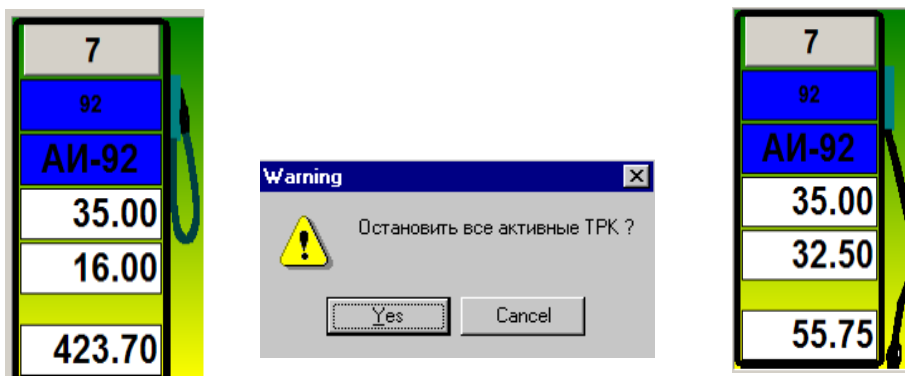
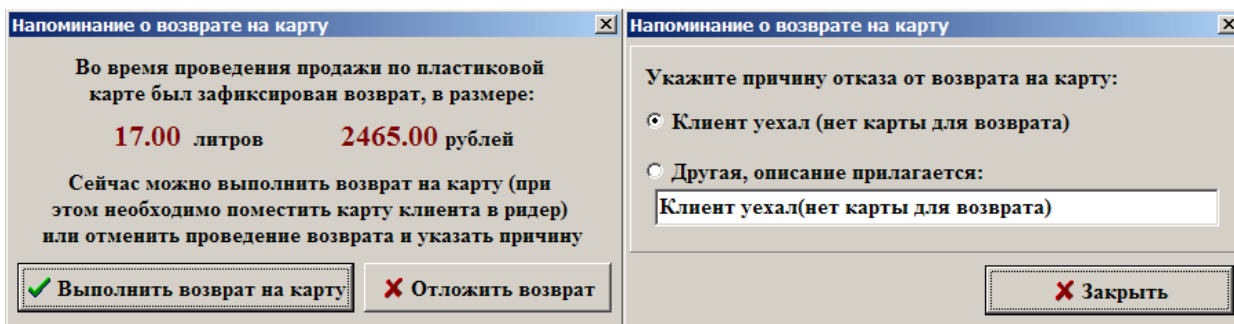

Рис. 18
Рис. 21
В первом случае, когда во время отпуска повесили пистолет, в рабочем окне оператора на ТРК, отпуск с которой прекращен, в одной строке появится то количество литров, которое надо было отлить, в следующей строке - счетчик отпущенных литров ГСМ и в последней – стоимость не отпущенных литров (рис. 18). Оператор должен открыть окно «Отпуск ГСМ» (нажав клавишу с номером ТРК), клавишей «Tab» перевести курсор на кнопку «Сдать сдачи» (рис. 21) и выдать сдачу (т.е. то количество наличных, которое появится в окне). Для наличного расчета на фискальном аппарате выбьется два чека (первый, возвратный - стоимость заданного количества литров, второй на продажу – стоимость отпущенных литров). Для продолжения отлива ГСМ оператору необходимо открыть окно «Отпуск ГСМ» (нажать клавишу с номером ТРК) и левой кнопкой мыши щелкнуть кнопку «Продолжить отпуск».
Во втором случае, чтобы прервать отпуск ГСМ, наберите номер ТРК, на экране откроется окно-подтверждение аналогичное рис.18а, для останова нажмите клавишу «Enter». ТРК перейдет в состояние ожидания команды для начала отпуска. В одной строке появится то количество литров, которое надо было отлить, в следующей строке - счетчик отпущенных литров ГСМ и в последней – стоимость отпущенных литров (рис.18б).
Рис.18а
Рис.18б
При наличии карты клиента из окна «Отпуск ГСМ» можно выполнить возврат нажатием кнопки «Возврат» (если отлив был не завершен, и ТРК в окне оператора была зеленого цвета), нажатием кнопки «Выполнить возврат на карту» в открывшемся окне «Напоминание о возврате на карту» (рис.21в). На экране появится окно рис.21а. По завершению операции возврата окно исчезнет.
Рис.21а
При отсутствии карты при нажатии кнопки «Возврат» в окне «Отпуск ГСМ», пробивается на ККМ чек возврата (если задано «Печать чека»), и открывается окно «Напоминание о возврате на карту», в котором надо нажать кнопку «Отложить возврат» (рис.21), указать причину и нажать кнопку «Закреть» (рис.21а). Отлив сохранится в отчете «Непроизведенные возвраты на терминал». Оформить возврат на пластиковую карту можно до закрытия смены.
Отложенный возврат можно оформить из меню «Ридер» выполнением команды «Возврат на карту (Платеж.терминал)». На экране появится окно рис.21б. По завершению операции возврата окно исчезнет.
**Внимание.** Если оплата была выполнена с помощью штрих кода на экране смартфона, то при нажатии кнопки «Возврат» (или нажатием кнопки «Выполнить возврат на карту» в открывшемся окне «Напоминание о возврате на карту» (рис.21)) автоматически выполнится возврат на карту.
После представления бонусной пластиковой карты на дисплее появится «Подождите..», далее «Запрос в банк...», «Подождите..». В окне оператора появится окно «Внимание», в котором отображена информация о накопленных баллах и сумма покупки (рис.21в). В этом же окне необходимо выбрать каким образом будет оплачена покупка баллами или без баллов. При оплате баллами в строке «Количество баллов для оплаты» задайте то количество баллов, которое клиент готов списать на покупку и нажмите кнопку «Оплатить баллами». При оплате без баллов выберите - «Продолжить без баллов». После нажатия выбранной кнопки на дисплее пин-пада появится «Разрешено..» на ККМ выбьется чек (если задано «Печать чека»), а в окне оператора начнет индицироваться отлив.
Рис.21в
В открывшемся окне (рис.21г) запросите остатки, укажите сумму для пополнения, задайте кошелек и нажмите «Пополнить». Выполнится пополнение, в поле «События» отразится результат проведения операции и появится окно «Внимание! Операция продажи успешно проведена». Нажмите «Ок», «Закреть».
Рис.21г